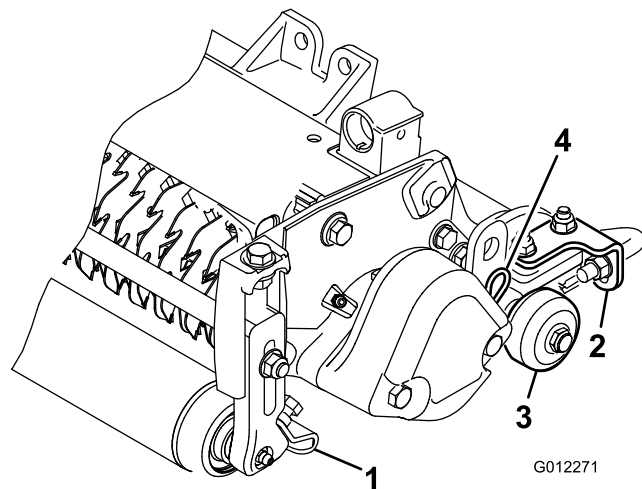

図 6
1. ローラ・スクレーパを固定しているフランジ・ナットをゆるめる（図 6）。
整備場の床にバーチカッターを降ろすときやトラクションユニットから外して床に置く場合には、ブレードが床にあたって破損しないよう、必ず移動用ローラを降ろしてください（図 6）。
バーチカッターは、トラクションユニットの 3ヶ所の取り付け位置のどこにでも取り付けることができます。各位置における油圧モータの配置を図6に示します。バーチカッター・ユニットの右側に油圧モータを取り付ける場合には、必ずユニットの左側にカウンタウェイトを取り付けます。ユニットの左側に油圧モータを取り付けた場合には、必ずユニットの右側にカウンタウェイトを取り付けます。